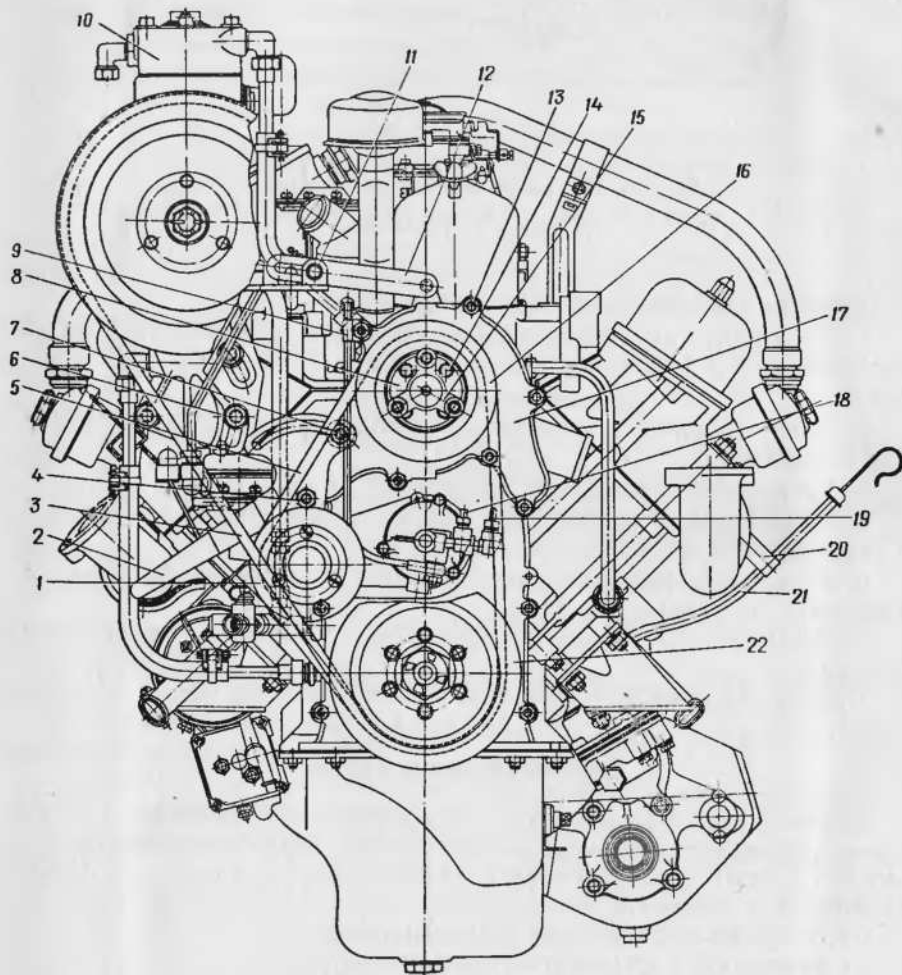

Рис. 46. Двигатель (вид спереди):
3. Ослабить гайки 6 (рис. 46) шпилек крепления компрессора, ослабить гайку болта 11 крепления установочной планки 12, сдвинуть
1. Установить на шпильки 13 (рис. 46) водяной насос 17 с уплотнительной прокладкой, надеть на шпильку скобу 9 и закрепить гайками с пружинными шайбами.
3. Вывернуть накидные гайки и отсоединить соединительную трубку 18 (рис. 46) и разгрузочную трубку 19 от исполнительного механизма датчика ограничителя оборотов двигателя.